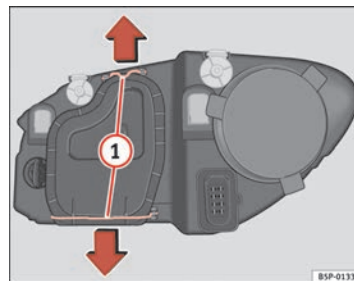

Fig. 164 Luz de cruce
- Desplace los tirantes ⇒ página 269, fig. 164 ① en el sentido de la flecha y saque la tapa.